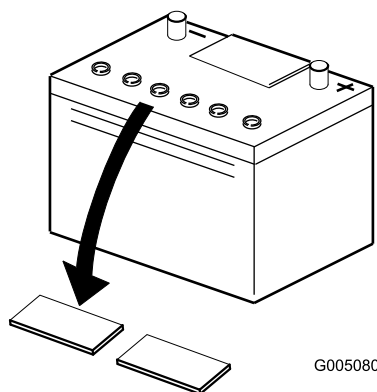

図 7
2. バッテリーの上部をきれいに拭い、キャップを取り外す 図 7。